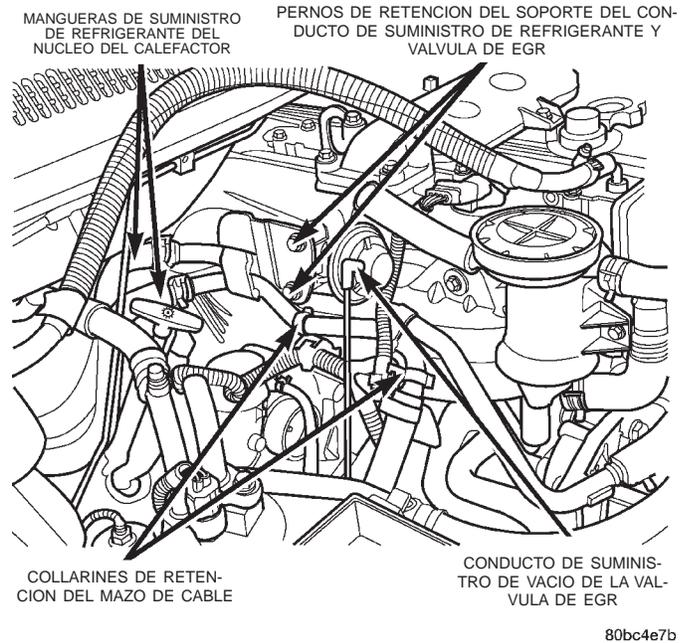
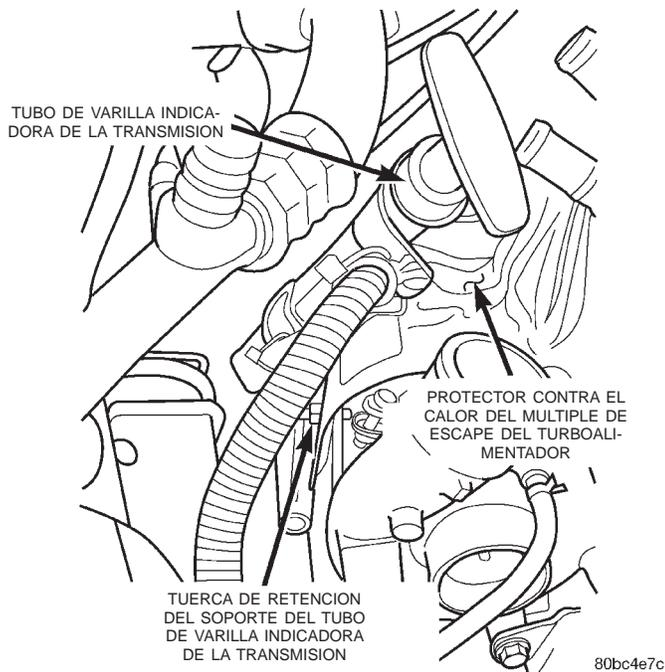

Fig. 19 Motor diesel 3.1L
Fig. 20 Soporte del tubo de varilla indicadora de la transmisión
(4) Retire la manguera de suministro de vacío de EGR de la válvula de EGR (Fig. 19).
(5) Retire los collarines del mazo de cable de los tubos de suministro de refrigerante (Fig. 19).
(6) Retire los (2) pernos de retención del conducto de suministro de vacío de refrigerante y válvula de EGR (Fig. 19).
(7) Retire el perno del soporte del conducto de suministro de refrigerante del alojamiento de la bomba de agua.
(8) Retire los pernos de retención del separador de aceite.
(9) Desconecte las mangueras de suministro y retorno de gases volátiles del cárter y retire del vehículo el separador de aceite.
(10) Retire la tuerca del soporte del tubo de la varilla indicadora de la transmisión del protector contra el calor del turboalimentador (Fig. 20).